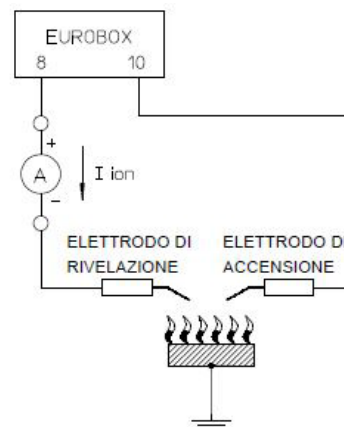

Fig. 6
- El nivel de la señal de llama es suficientemente alto (véase la Fig.6 para la ejecución de la medición)